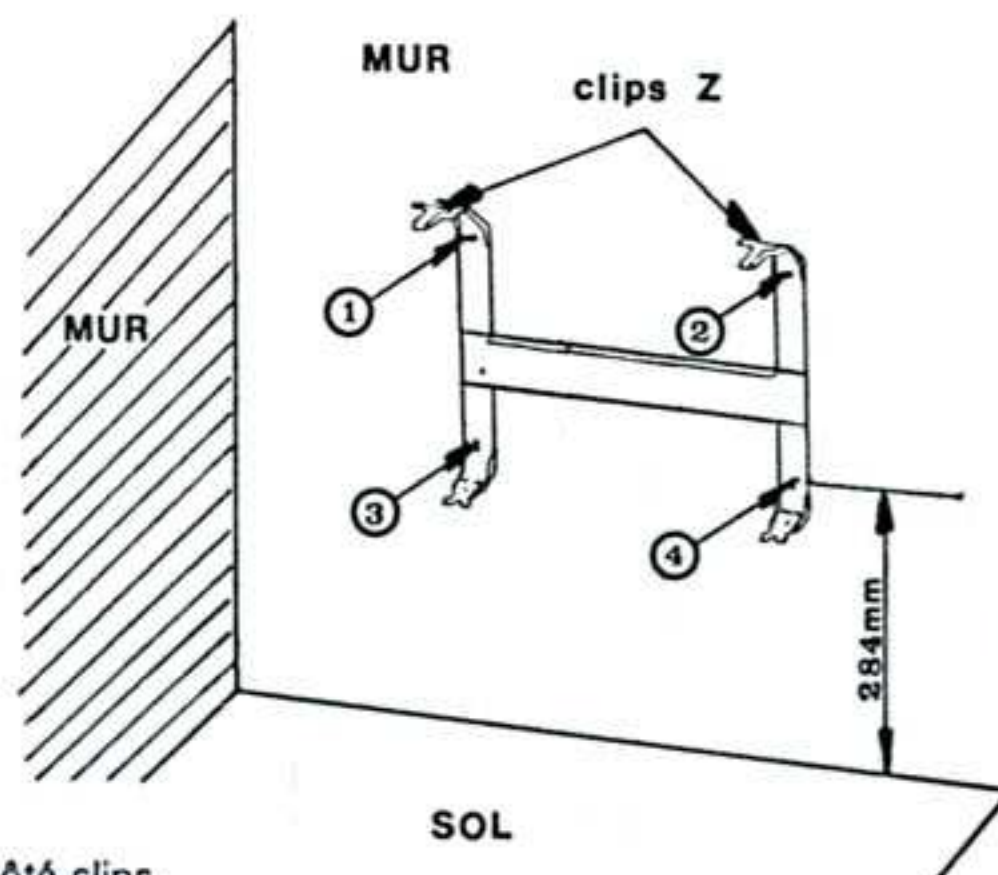

Fig. 2
- Remonter le dossieret en faisant coïncider les deux trous précédemment pointés en face des trous inférieurs N° 3 et 4 (fig. 2).